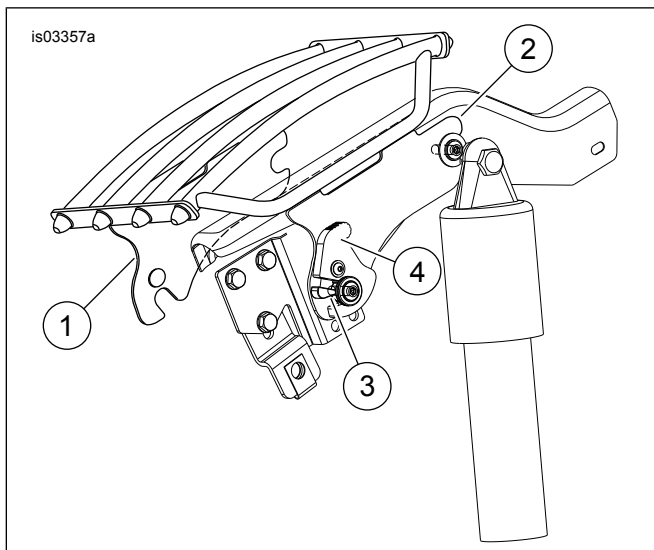
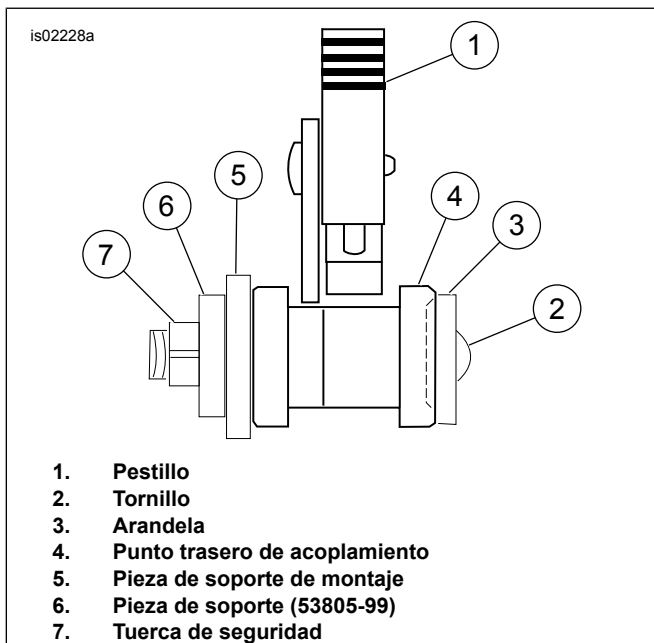

Figura 5. Rejilla individual y elementos de sujeción instalados
Figura 6. Alineación del pestillo del punto trasero de acoplamiento
3. Vea la Figura 5 y la Figura 6. Coloque los pestillos sobre los puntos traseros de acoplamiento. Compruebe que los pestillos encajen en el cuello de los puntos traseros de acoplamiento, como se muestra. Esto puede necesitar presionar o extender suavemente las placas laterales.
5. Vea la Figura 5. Para quitar las placas laterales, presione el botón de liberación en cada lado. Retroceda las palancas del pestillo. Levante con cuidado la parte trasera de las placas laterales. Saque las placas laterales de los puntos delanteros de acoplamiento.